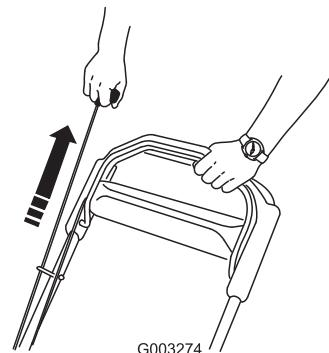

Bild 16
- Ziehen Sie am Rücklaufstartergriff (Bild 16).